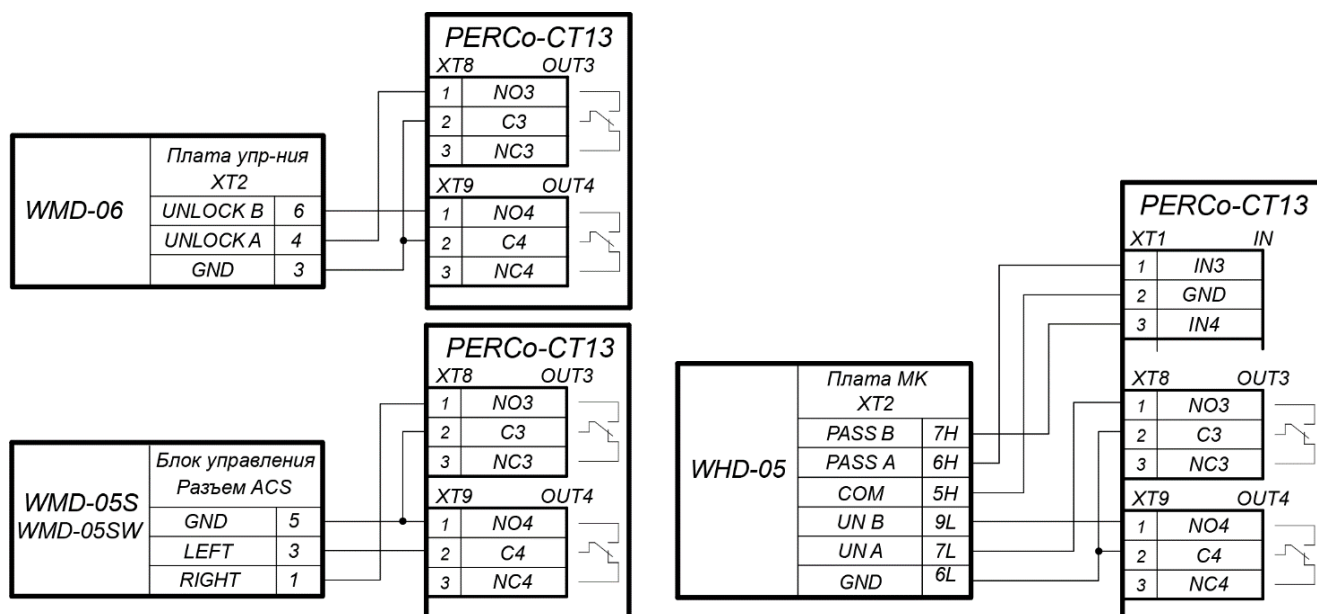

Рисунок 17. Схемы подключений калиток
2. Дополнительный турникет или калитка (ИУ №2) подключается к клеммным колодкам **XT1**, **XT8**, **XT9** нижней платы контроллера в соответствии со схемой для данного типа изделия (см. рис. 17, 18).